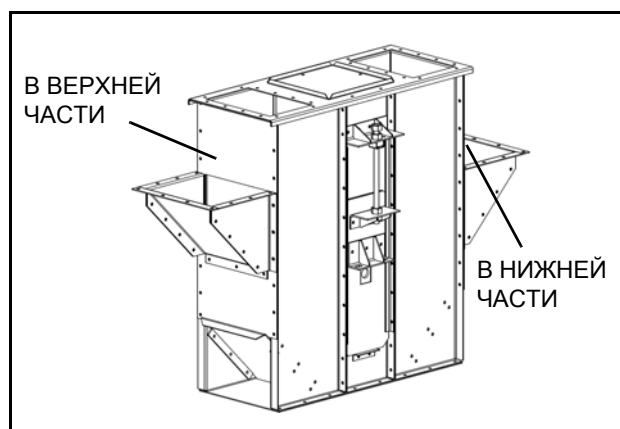

Рис. 3.8
3. Установите загрузочные воронки в верхней или нижней части загрузочной секции, или, при необходимости, с обеих сторон (Рис. 3.8). Впускную воронку всегда лучше устанавливать таким образом, чтобы ее нижняя часть находилась не ниже центра загрузочного барабана. Неправильная установка впускной воронки может привести к падению производительности элеватора.